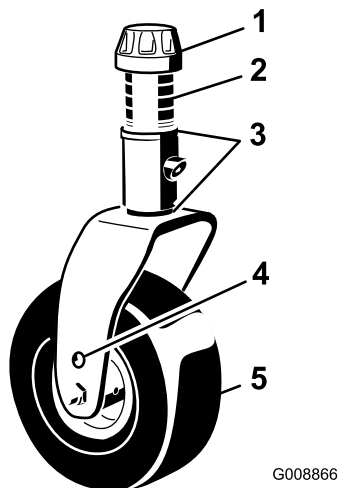
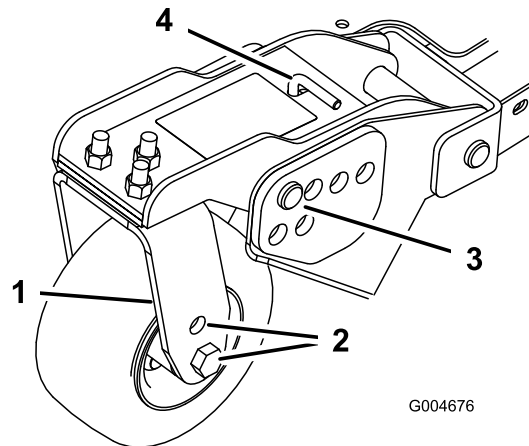
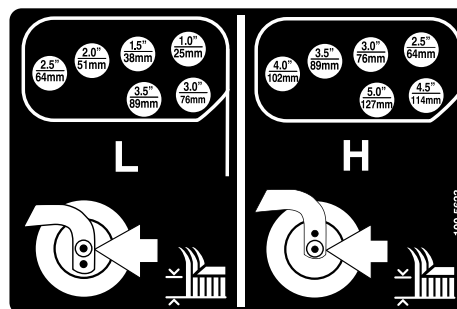

Figure 20
Figure 22
Figure 23
1. Placez les essieux des roues pivotantes dans les mêmes trous sur toutes les fourches (Figure 20 et Figure 22). Pour choisir les trous corrects pour la hauteur de coupe requise, reportez-vous au tableau suivant.
2. Enlevez le chapeau de tension de l'axe de pivot (Figure 20) et sortez l'axe du bras pivotant. Remplacez les 2 cales (3 mm) sur l'axe de pivot comme à l'origine. Elles sont requises pour que les plateaux de coupe soient parfaitement de niveau sur toute la largeur. Placez le nombre requis d'entretoises de 13 mm sur l'axe de pivot pour obtenir la hauteur de coupe voulue, puis ajoutez la rondelle.
4. Enlevez la goupille fendue et les axes de chape des bras pivotant (Figure 22).
5. Tournez la tige de tension pour élever ou abaisser le bras de pivot jusqu'à ce que les trous soient en face de ceux du support de hauteur de coupe sélectionnés dans le bâti du plateau de coupe (Figure 22 et Figure 23).